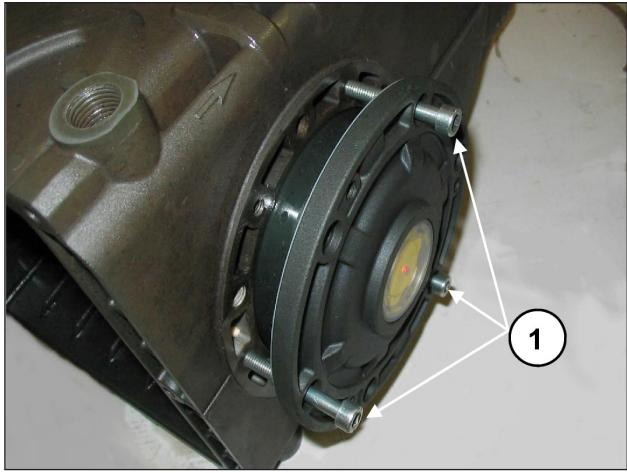
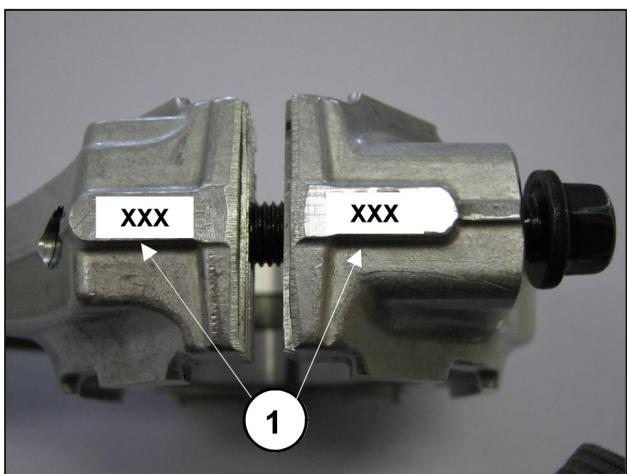

图8
图9
为了便于第一部分的注油和盖子在泵壳的插入，建议使用3个部分螺纹的M6×40螺丝(图8, ①)，然后通过随附螺丝(M6x18)完成操作。
- 将连杆帽连接到相应连杆柄, 注意编号(图9, ①)。
将两个侧盖靠近泵壳时，可如图8所述在初步定向阶段时使用3个M6X40螺丝，并在最后固定时使用预定的螺丝。
拆除侧盖后，如2.1.1一节所示，从相应盖上拆除轴承外环形螺母，从轴的两端拆除内环形螺母连同轴承的剩余部分，可利用一个普通的“尖冲头”或之类工具，如图8和图9所示。